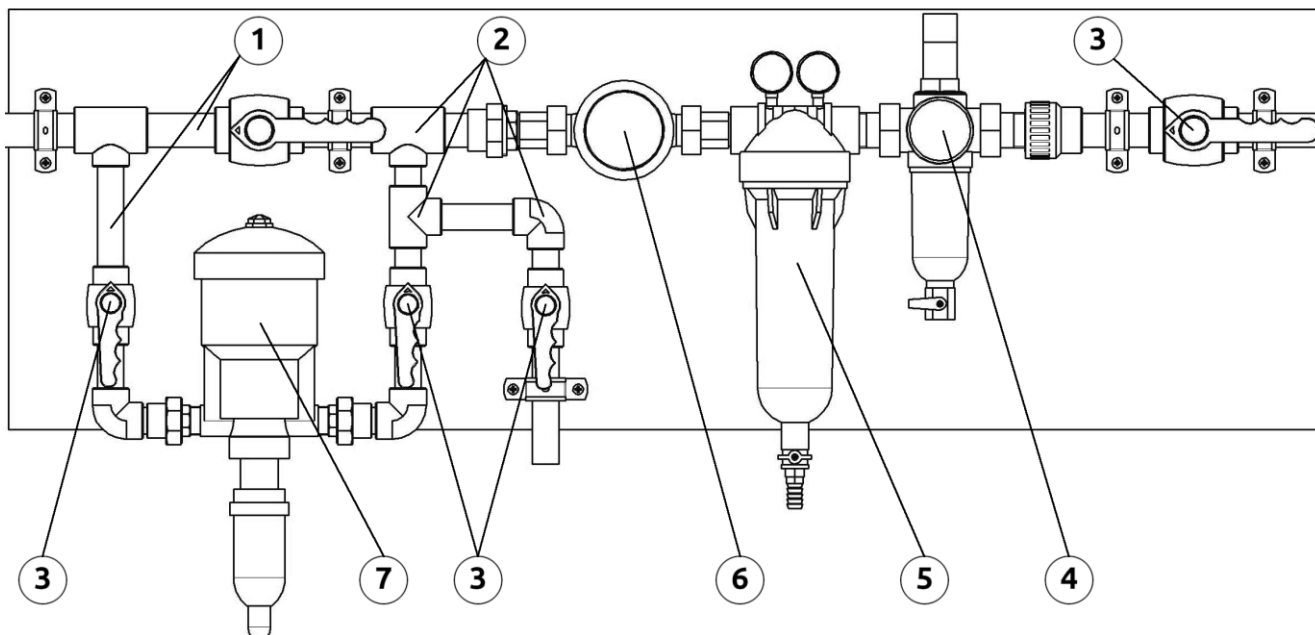

Рисунок 1.1
Узел водоподготовки (рис. 1.1) изготавливается из полипропиленовых труб (1), фитингов (2) и запорной арматуры (3), методом пайки всех компонентов.